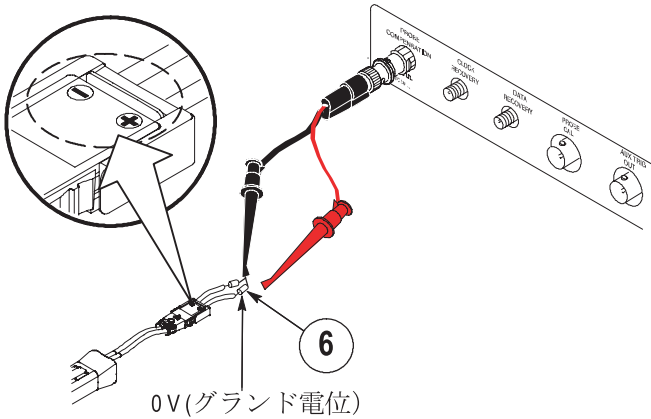

図 6 : 抵抗器のリード線を短絡
8. (-) ミニグラバを使用して両方の抵抗器のリード線を短絡し、グラウンド電位に接続します。図 6 を参照してください。